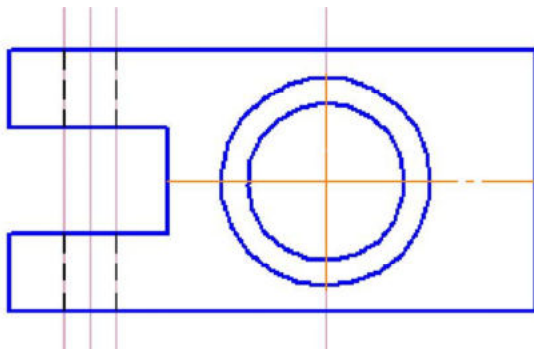

Рис. 4. Вид сверху
15. отрезком постройте осевые линии этих отверстий, изменив стиль линии на **Осевую** (рис. 4).